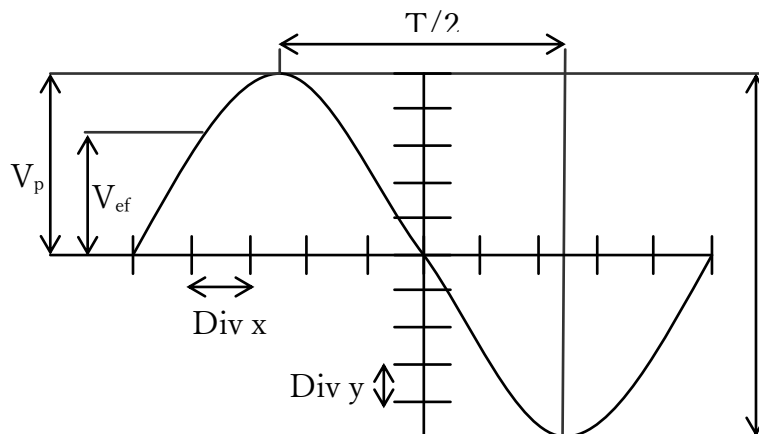

Fig. 2 Señal de CA en el Osciloscopio
Como primer paso vamos a medir el periodo/frecuencia y el voltaje de *pico a pico*,  $V_{pp}$ , de la tensión del generador (Fig. 2).
que el osciloscopio seleccione automáticamente escalas de Voltaje y Tiempos para visualizar la señal en pantalla. Suele ser recomendable centrar la señal a medir en el eje horizontal, para lo que pulsamos el botón <POSITION> del canal que tiene la señal a centrar (<CH1> ó <CH2>). También es recomendable escoger la escala más adecuada a cada medida, ampliando o reduciendo la señal con las ruedas giratorias <SCALE>. Las escalas seleccionadas en cada momento aparecen reflejadas en la pantalla del osciloscopio. Una vez ajustadas las escalas, obtendremos sobre la pantalla dibujada la senoide que corresponde a la tensión dada por el generador (Fig. 2). Si la señal se moviera, se puede fijar con el botón <RUN/STOP>.
Antes de comenzar a tomar medidas hay que asegurarse de que las rejillas de medida están activas para que aparezcan en la pantalla. Si no aparecieran, se tendrían que activar pulsando el botón <display> del cuadro “Menu” (1) del panel. Una vez activada la rejilla podemos medir directamente en la pantalla tanto los  $V_{pp}$  como el T, **conociendo la escala de la base de tiempo (horizontal) y de voltaje (vertical)** (Fig. 2). Las medidas directas se obtienen multiplicando el número de divisiones por el factor de escala correspondiente en cada eje. Recuerde que la división menor del osciloscopio es 0,2 divisiones tanto para las medidas horizontales como verticales.